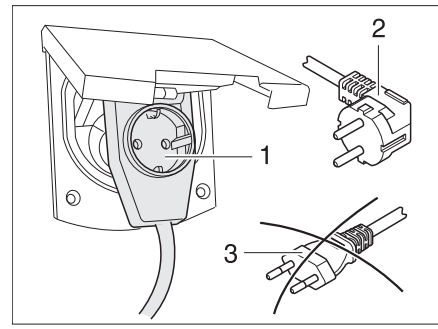

Bild 196 Anschluss an eine Winkelkupplung mit Steckdose
- ▶ Bei Verwendung einer CEE 17 Winkelkupplung mit rückseitig eingebauter Steckdose (Bild 196,1) nur einen gummierten und versiegelten IP 44 Stecker mit Schutzkontakt (Bild 196,2) verwenden. Keine Stecker ohne Schutzkontakt (Bild 196,3) verwenden. Gefahr eines Stromschlages!